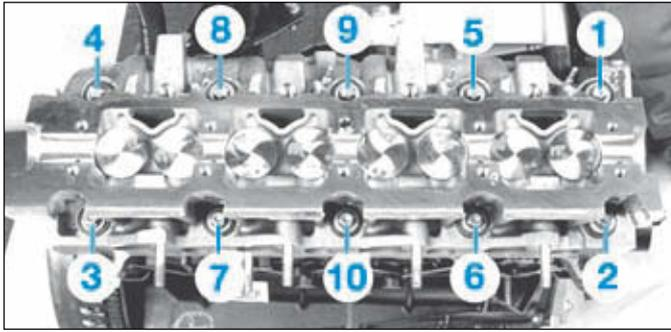

FIG.74
- les vis de culasse dans l'ordre indiqué (Fig.74),